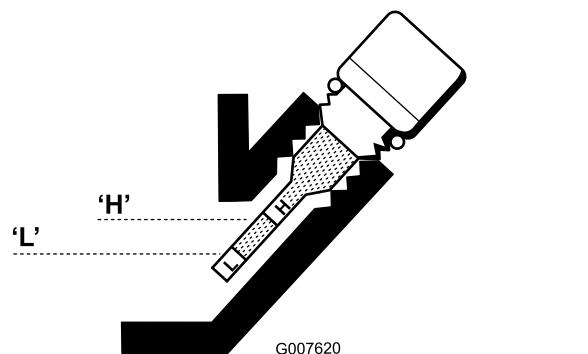

Figura 35
6. Se o nível estiver baixo, adicione apenas o óleo suficiente para aumentar o nível até se encontrar entre as marcas "H" e "L" na vareta (Figura 35). Verifique o nível do óleo.